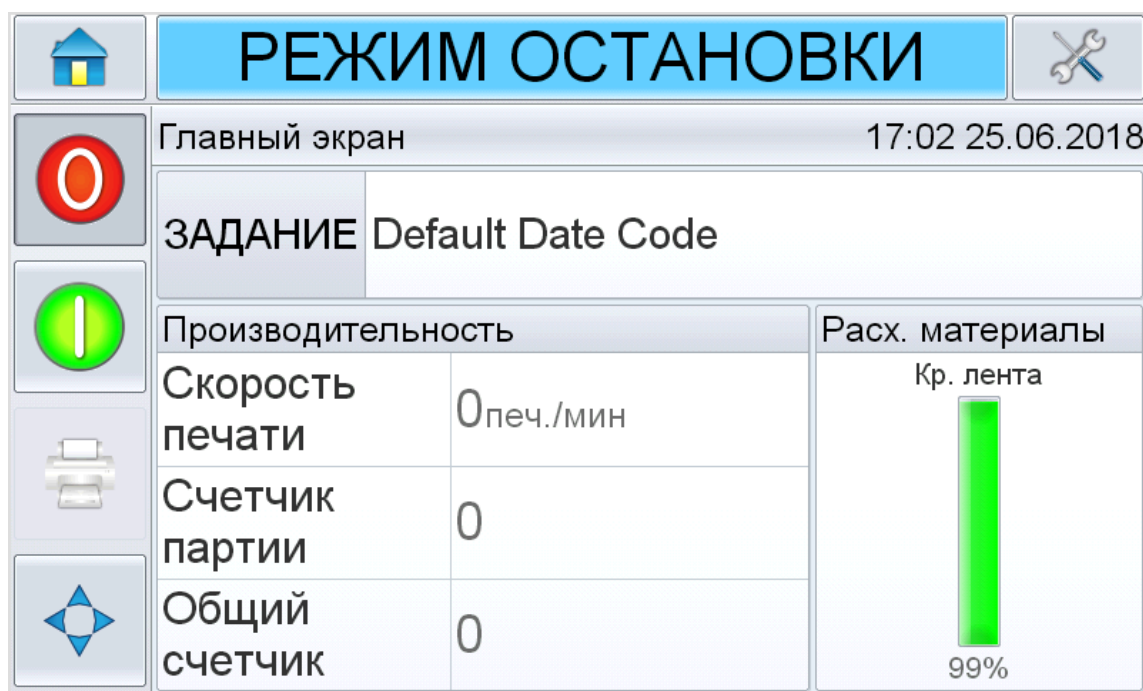

Рис. 4-1: Главный экран системы CLARiTY в режиме режим остановки
Рисунок 4-1 отображает главную страницу системы CLARiTY в состоянии РЕЖИМ ОСТАНОВКИ.
1. Убедитесь, что принтер находится в состоянии РЕЖИМ ОСТАНОВКИ (см. Рисунок 4-1 на странице 4-2).